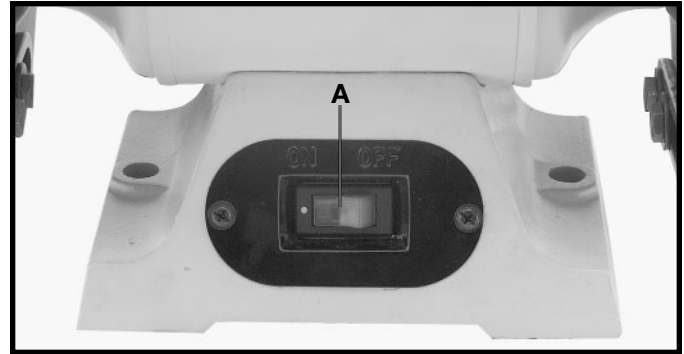

Fig. 14
L'interrupteur marche/arrêt (A) fig. 14, est situé à l'avant de la meuleuse. Pour mettre la meuleuse en marche, poussez l'interrupteur vers la droite à la position «ON» (MARCHE); pour mettre la meuleuse à l'arrêt, poussez l'interrupteur vers la gauche à la position «OFF» (ARRÊT).